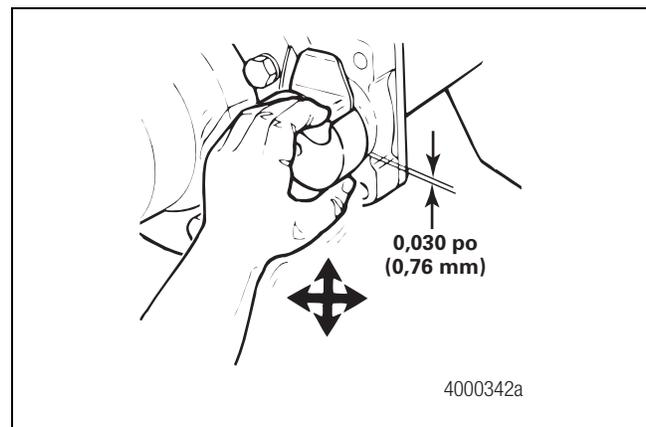

Figure 3.11
1. Avant de retirer le dispositif de rattrapage de jeu automatique et l'axe de came, vérifier si le jeu radial entre l'axe de came et le palier d'axe de came est conforme. Figure 3.11. L'usure du palier étant plus prononcée dans le sens du travail, il est important de faire tourner l'axe de came dans toutes les directions pour vérifier le jeu radial.